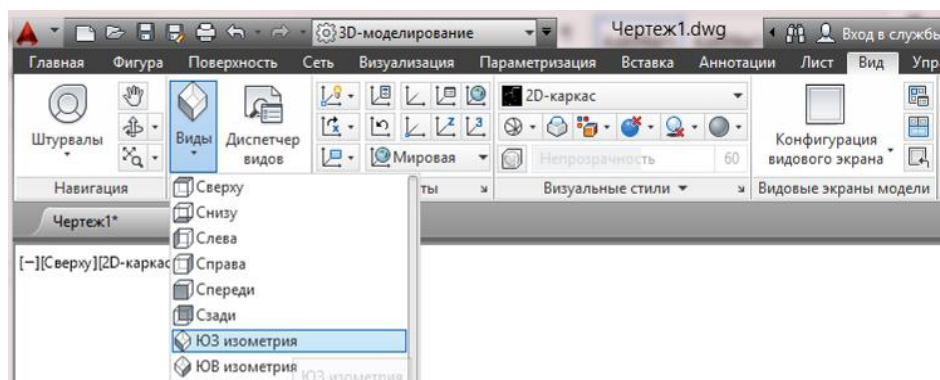

Рис. 6 – Переключение на вид ЮЗ изометрия
2.5 Переключить вид на ЮЗ – изометрия (рис.6).